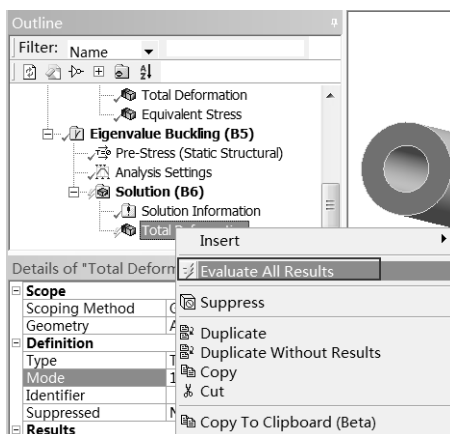

图 14-41 快捷菜单
Step4：如图 14-41 所示，右击 Solution 选项，在弹出的快捷菜单中选择 Evaluate All Results 命令，进行后处理计算。